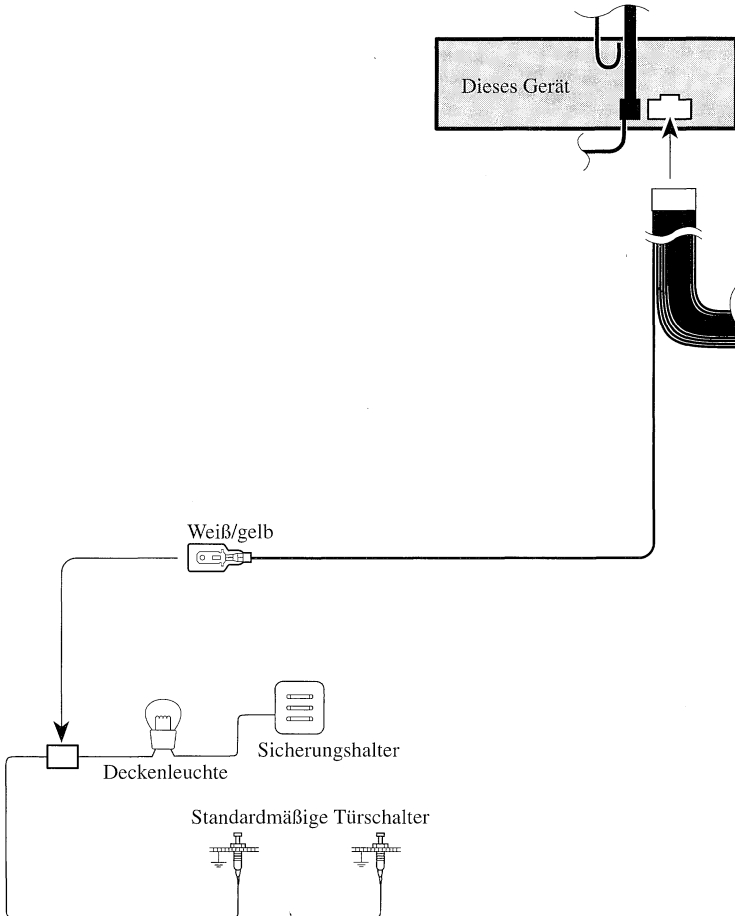

Abb. 3
■ **Weiß/gelb (Türschalter, DOOR SWITCH) (Abb. 3 und 4)**